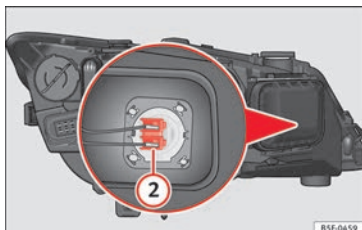

Fig. 109 Ampoule des feux de route.
- Appuyez sur le connecteur » fig. 109 ② vers la gauche ou la droite et tirez.